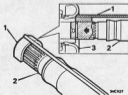

Abb. G.13
- Beim Einsetzen der Antriebswelle in das Innengelenk Werkzeug 18G 1241 aus Zusammenrücken des Sprüngrings vermeiden; siehe Abb. G.13.